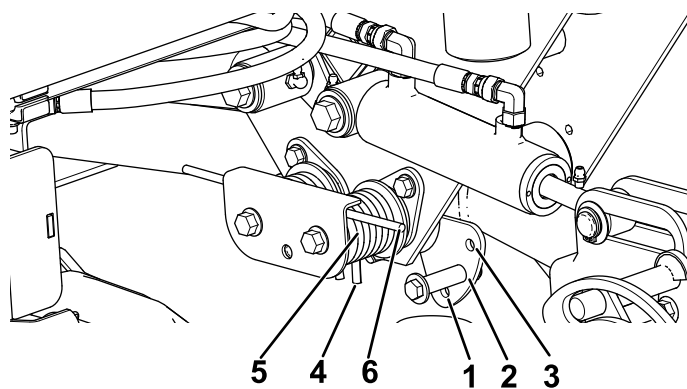

Рисунок 45
Для настройки усилия прижима необходимо снять пластину фиксатора, затем изменить положение двух пружин с одной стороны, при этом более короткая ножка пружины должна переместиться к верхней кромке узла фиксатора. (Рисунок 45).
2. Наденьте на длинный конец пружины трубу или аналогичный предмет, чтобы снять натяжение пружины во время регулировки (Рисунок 45).
3. Ослабляя натяжение пружины, отверните болт и контргайку крепления пружинного привода к кронштейну (Рисунок 45).